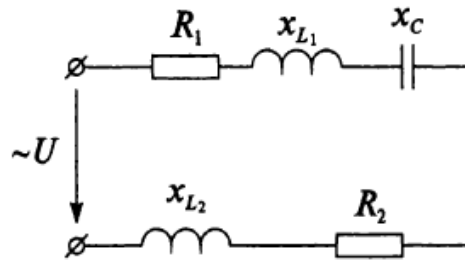

Рис. 3
12. Неразветвленная цепь переменного тока (рис. 3) имеет параметры: